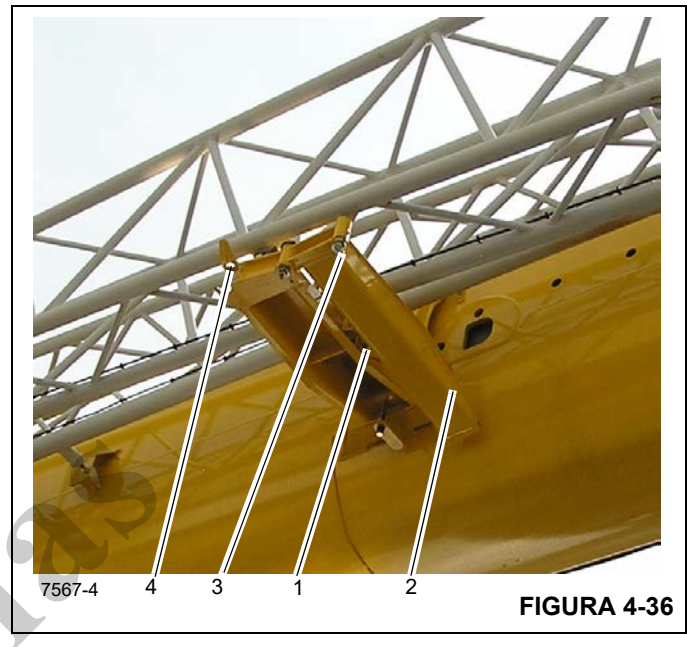
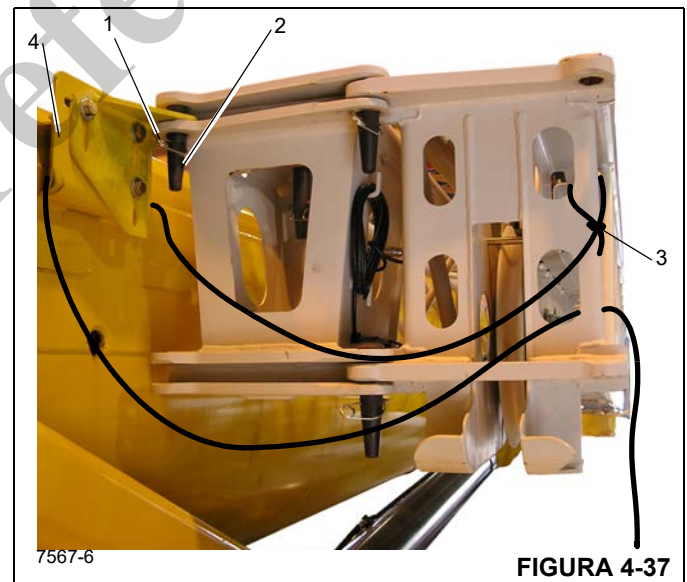

FIGURA 4-36
FIGURA 4-37
3. Prenda um cabo de apoio (3) (Figura 4-37) na parte dianteira da extensão.
- a. Passe o cabo de apoio ao redor da extremidade da extensão e pelo suporte (4) na lança principal e retorne.
4. Solte a trava de mola (1) (Figura 4-36). Desdobre o trilho de subida (2) até que o pino de travamento (3) prenda na aba (4).
5. Remova o grampo de retenção (1) (Figura 4-37) e retire o pino (2) do olhal de conexão. Insira o pino no suporte e prenda com o grampo de retenção.
12. Enquanto mantém o controle da extensão com o cabo de apoio, remova o cabo de apoio do suporte (4) (Figura 4-37) na lança principal.